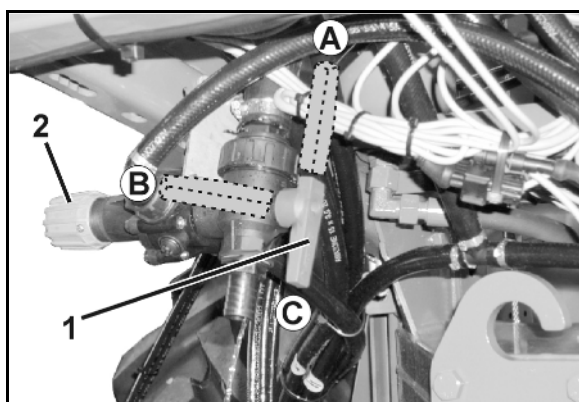

Fig. 124
- il rubinetto di commutazione SRP (Fig. 124/1).
- la valvola limitatrice di pressione SRP (Fig. 124/2). La valvola limitatrice di pressione SRP è impostata fissa di fabbrica e riduce la pressione all'interno del sistema di ricircolo a pressione a 1 bar.
→ Se il rubinetto di commutazione SRP si trova in posizione (Fig. 124/A), il sistema di ricircolo a pressione è attivo.
→ Se il rubinetto di commutazione SRP si trova in posizione (Fig. 124/B), il sistema di ricircolo a pressione è disattivato.
→ Se il rubinetto di commutazione SRP si trova in posizione (Fig. 124/C), è possibile scaricare il liquido dall'atomizzatore.